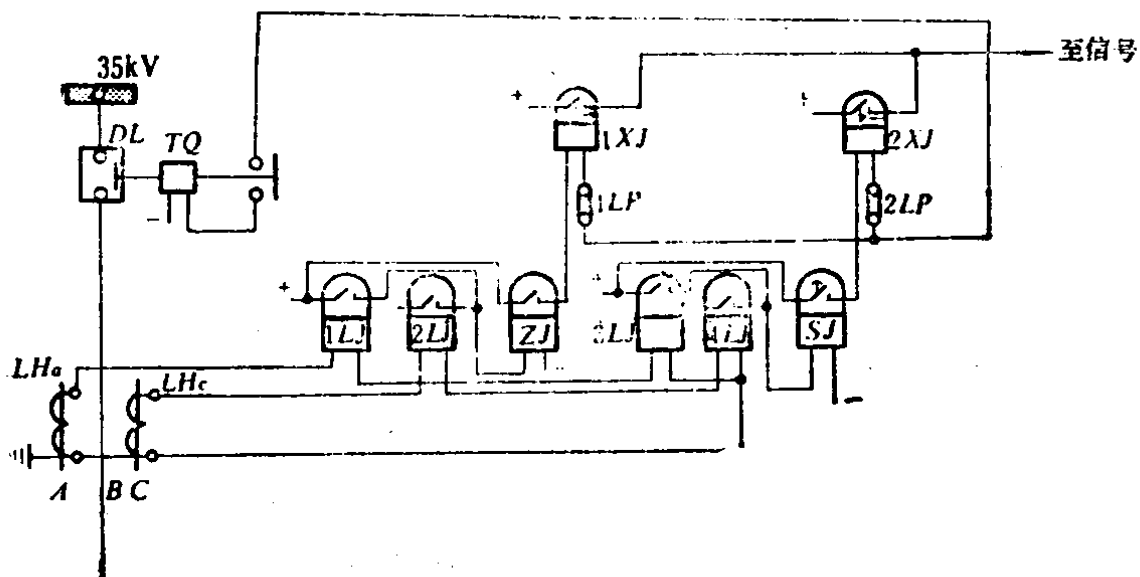

图 1-2 35千伏线路保护原理图
表示继电保护、测量仪表和自动装置工作原理的一种二次接线图。它以元件的整体形式表示二次设备间的电气联系。通常是对各个一次设备分别画出，并且和一次接线的有关部分综合在一起。例如，图1-2是35千伏线路保护原理图。从图中可以看出，电流互感器是连接成不完全星形接线。它的保护分为两个部分：电流速断和过电流保护。
4.闭锁回路 有时保护起动后，需要闭锁其它回路。要弄清闭锁什么回路，怎样闭锁。这个问题，在看原理接线图时，往往容易忽略，应引起注意。在图1-2中，因没有闭锁回路，故未表示。但有许多原理图是有闭锁关系的，在看图时要特别留意。